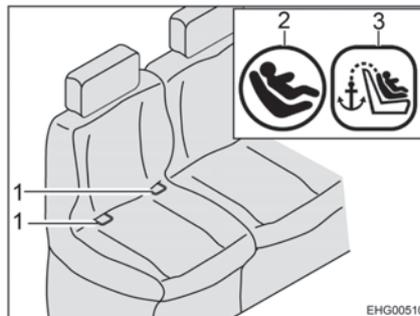
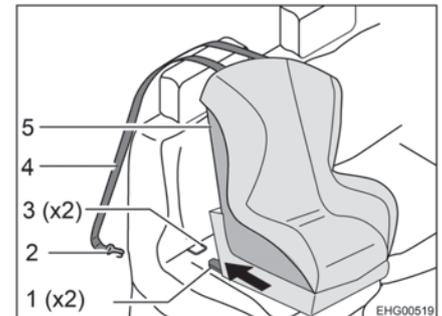

Fig. 13 Asiento con ISOFIX
Fig. 14 Fijación con Top Tether
- Dejar que los brazos de enganche (Fig. 14,1) engatillen en los puntos de anclaje (Fig. 13,1 y Fig. 14,3). En esto, se deberá oír un clic distintivo.
- Con un fuerte tirón controlar si el asiento infantil (Fig. 14,5) está firmemente fijado.
- Pasar la correa Top Tether (Fig. 14,4) sobre el reposacabezas del asiento del vehículo.
- Enganchar el gancho de fijación (Fig. 14,2) en el punto de anclaje en el lado trasero del asiento del vehículo.